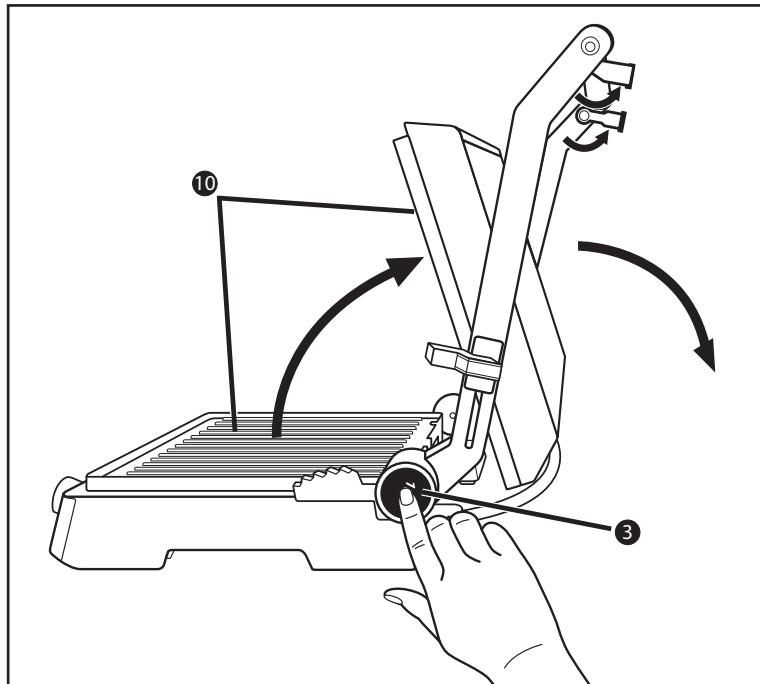

Fig. 1
- 1) Déliez les deux pieds **1** (fig. 1)
- 2) Appuyez sur la touche de déverrouillage  $180^\circ$  **3** (fig.1) et ouvrez le couvercle de l'appareil de manière à ce que les deux plaques chauffantes **10** puissent être utilisées comme gril de table.